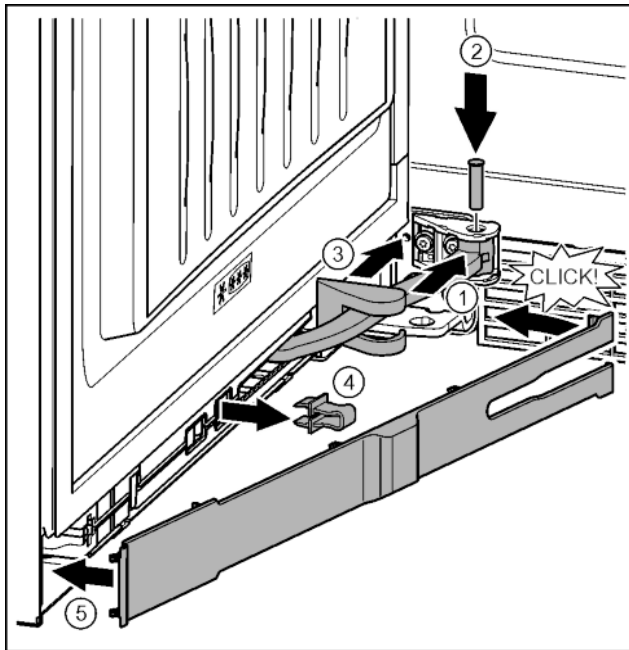

Fig. 40
- ▶ Ruotare lo snodo nel componente di blocco. Fig. 40 (1)
- ▶ Inserire il perno con un cacciavite T15 nel componente di blocco e nello snodo. Prestare attenzione che l'arresto sia correttamente in sede nella scanalatura. Fig. 40 (2)
- ▶ Spingere la copertura del blocco di supporto lungo lo snodo e montarla sopra il componente di blocco. Fig. 40 (3)
- ▶ Togliere la protezione. Fig. 40 (4)
- ▶ Applicare la mascherina lato maniglia e orientarla verso l'interno. Fig. 40 (5)